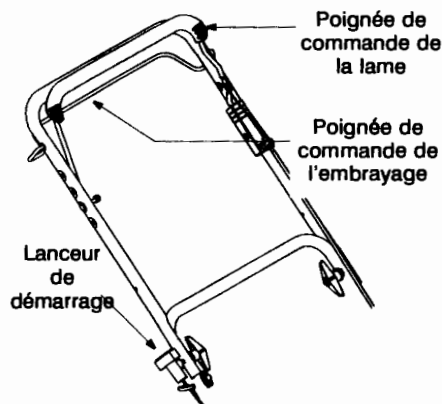

Figure 13
La barre de commande de la lame se trouve sur le guidon supérieur de la tondeuse. Voir la figure 13. Il faut serrer cette barre contre le guidon pour que la tondeuse fonctionne. Le fait de lâcher la barre arrête le moteur et la lame.
La poignée du démarreur à lanceur est attachée au guidon. Voir la figure 13. Placez-vous derrière la tondeuse, en position de travail, pour mettre la tondeuse en marche.
- Pour enclencher l'entraînement, pressez la poignée de commande de l'embrayage vers la poignée de commande de la lame. Voir la figure 13. Lâchez la commande de l'embrayage pour ralentir pour contourner un obstacle, tourner ou pour arrêter.